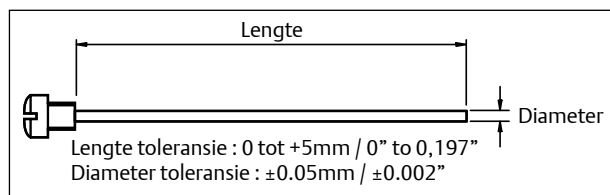

Fig. 6 SAFEKEY afmetingen
(Zuigers die naar binnen bewegen, Fig. 6).
3. Voer de juiste Hytork-retractorstang door de eindkap (Fig.6) en schroef deze in
- Voor **XL 26 tot XL681** de zuigers (20)
7. Wanneer de deksels zich op hun plaats bevinden en de SAFEKEYS goed bevestigd zijn, verwijdert u de Hytork-retractorstangen en vervangt u de afdichtbouten (28) en de afdichtingen (29).